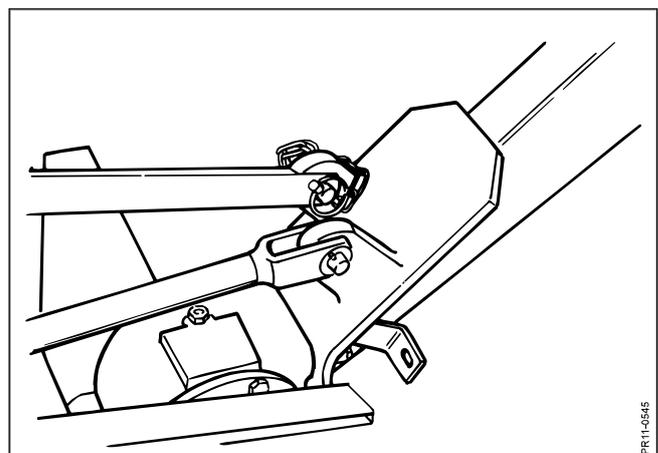

Fig. 1-12
- Fig. 1-12:** Der Hubzylinder wird an der Schneideinheit montiert. Am einfachsten wird die Kolbenstange herausgezogen. Um dies zu machen, muß das Öl in dem Zylinder durch die Schnellkupplung des Hydraulikschlauches in einem leeren Kanister ausgepresst werden.